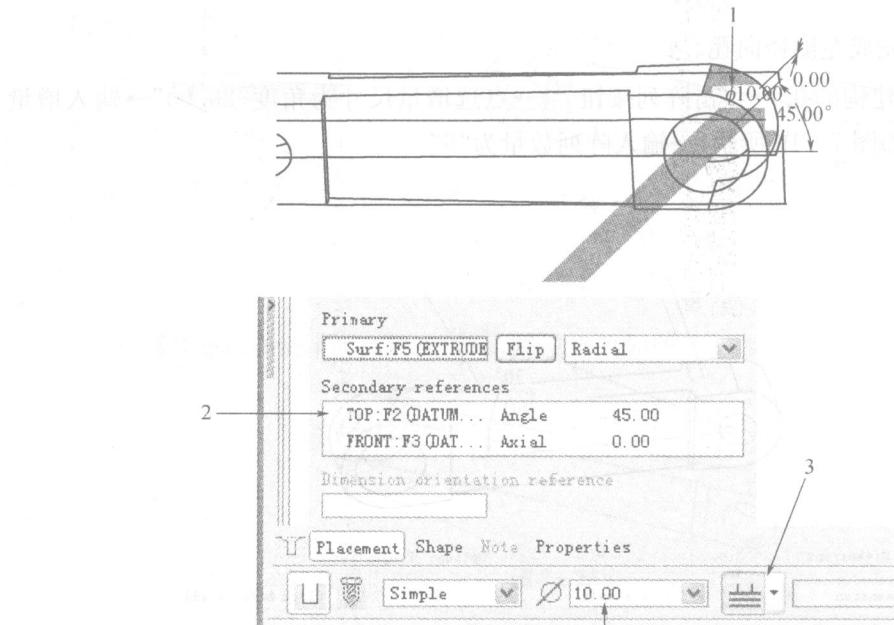

图 7-17
① 点击孔按钮 → 【Placement(放置)】→ 点选放置面为右侧圆弧面(如图 7-17 所示的位置 1)。
② 点击【Secondary references(次参照)】下面的参考收集框(如图 7-17 所示的位置 2)→按住 Ctrl 键点选 TOP 面和 FRONT 面作为定位参考 → 输入定位尺寸“45.00”和“0”→修改孔深度方式为【To Next(钻孔至下一曲面)】(如图 7-17 所示的位置 3)→修改孔的大小为“10.00”。